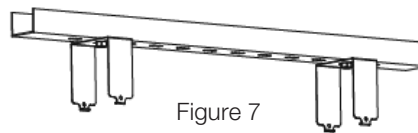

Figure 7
STEP 1: Mount the bracket on the rail or ceiling. See Figure 7.
ÉTAPE 1: Montez le support sur le rail ou le plafond. Voir la Figure 7.